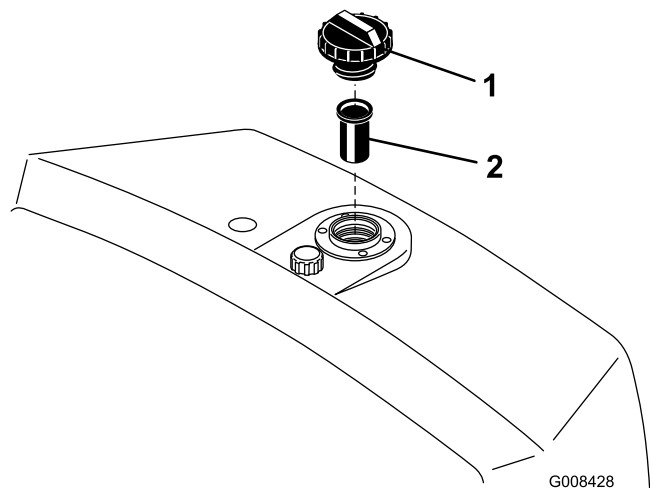

図 33
2. タンクからキャップを外して油量を点検する。補給口の首の根元部分まであれば適正である（図 33）。